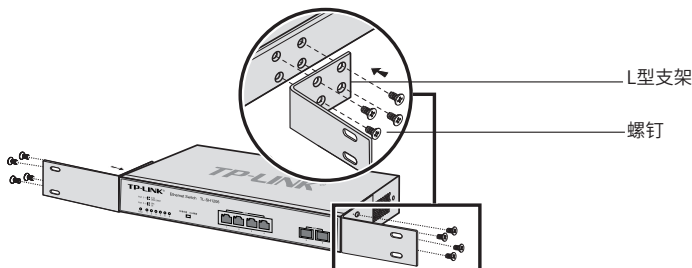

图2-2 L型支架安装示意图
2. 将配件中的两个L型支架分别安装在交换机面板的两侧，并用配件中提供的螺钉固定，如图2-2所示；